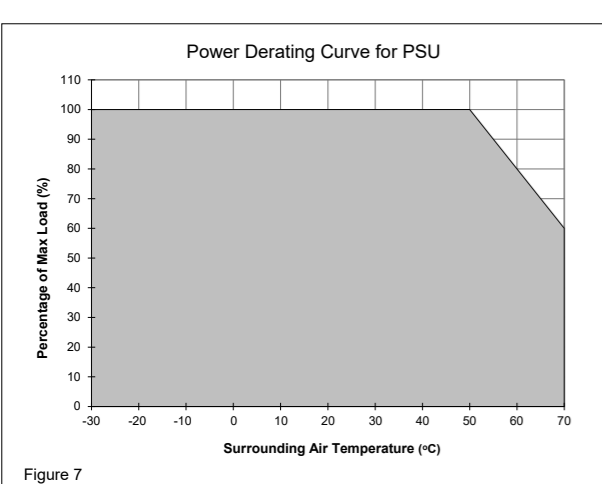

Figure 7
4.4. Thermal behavior (Fig. 7)
If the output capacity is beyond what is recommended in Fig. 7, the device will run into thermal protection by switching off i.e. the output voltage will go into latch-off mode until the component temperature cools down and the AC power is recycled.
Derating	Refer to Fig. 7 > 50°C (2% / °C)
Operating temperature (surrounding air temperature)	-30°C to +70°C (Refer to Fig. 7)
4.4. Comportement thermique (Fig. 7)
Si la capacité de sortie est supérieure aux recommandations de la Fig. 7, l'appareil se mettra en protection thermique en coupant par exemple la tension de sortie et ira en mode verrouillage Off jusqu'à ce que la température de l'appareil diminue et l'alimentation AC soit recyclée.
Derating	Déclassement de puissance selon Fig. 7 > 50 °C (2 % / °C)
Température de travail (température d'environnement)	-30 °C à +70 °C (Déclassement de puissance selon Fig. 7)